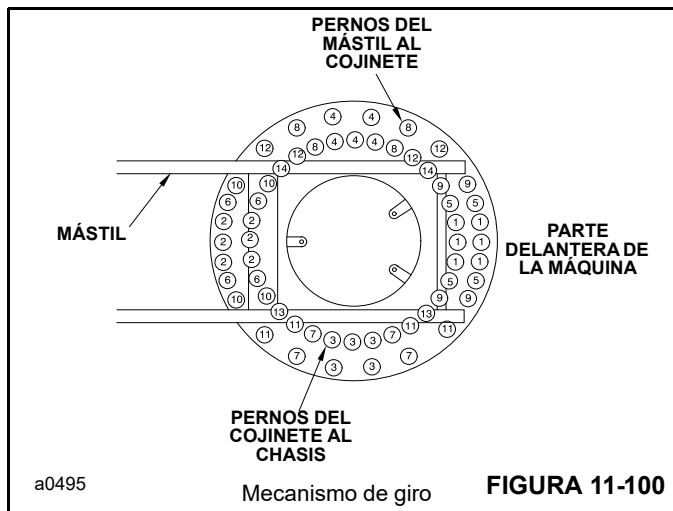

FIGURA 11-100
Use la secuencia de apriete que se muestra en la Figura 11-100 cuando revise el valor de apriete de los pernos.
4. La Figura 11-100 muestra el orden de apriete de los pernos. Cada perno se debe apretar primero a un par de 619 Nm (455 lb-pie) y luego aflojarse levemente. Después, cada perno debe apretarse de nuevo a 619 Nm (455 lb-pie).
7. La Figura 11-100 muestra el orden de apriete de los pernos. Cada perno se debe apretar primero a un par de 619 Nm (455 lb-pie) y luego aflojarse levemente. Después, cada perno debe apretarse de nuevo a un par de 619 Nm (455 lb-pie).